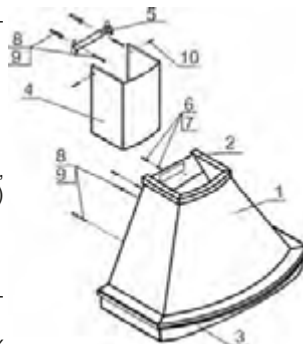

рис. 3
6.1* Прежде чем повесить кухонную вытяжку, необходимо верхнее деревянное обрамление (поз. 2, рис. 3) приклеить к корпусу вытяжки (поз. 1, рис. 3). Снимите защитную полосу с двухсторонней самоклеящейся ленты, которая наклеена на обрамлении и приклейте его к корпусу вытяжки.